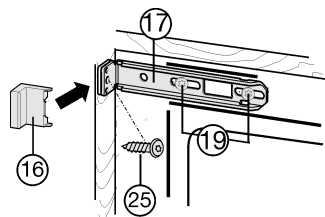

Fig. 17
- Schroeven Fig. 17 (19) iets losdraaien.
- Bovenste bevestigingshoek Fig. 17 (17) met spaanderplaatschroef Fig. 17 (25) $\varnothing 4 \times 19$ aan de meubelwand vastdraaien.
- Het uitstekende uiteinde van de afdekking Fig. 17 (16) afbreken.
- Schroeven Fig. 17 (19) aandraaien.
- Afdekking Fig. 17 (16) plaatsen.